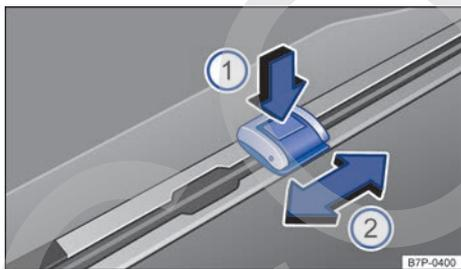

Fig. 124 Ajuste de las argollas de amarre desplazables en el maletero.
- Pulse el botón de la parte superior de la argolla → **fig. 124** **1**.
- Levante el estribo de la argolla → **fig. 124** y fije la carga.